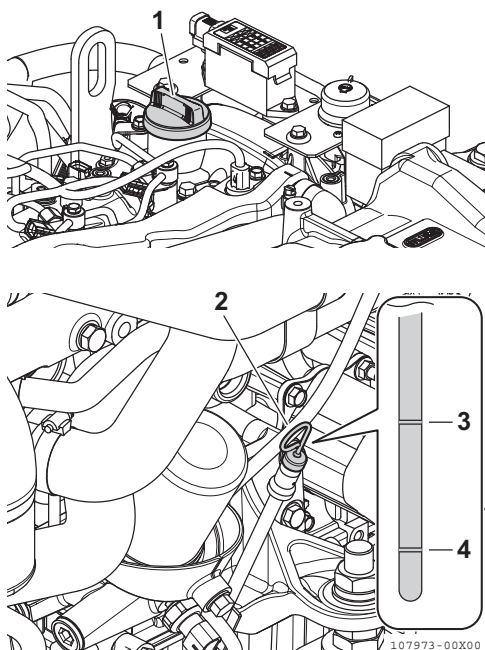

Figure 6
2. Enlevez la jauge (**Figure 6, (2)**) et nettoyez-la avec un tissu propre.
4. Enlevez la jauge. Le niveau de l'huile doit être compris entre les lignes supérieure (**Figure 6, (3)**) et inférieure (**Figure 6, (4)**) de la jauge.
1. Retirez le bouchon du port de remplissage d'huile (**Figure 6, (1)**) et remplissez avec de l'huile pour moteur.
2. Remplissez avec de l'huile jusqu'à la limite supérieure (**Figure 6, (3)**) sur la jauge (**Figure 6, (2)**).